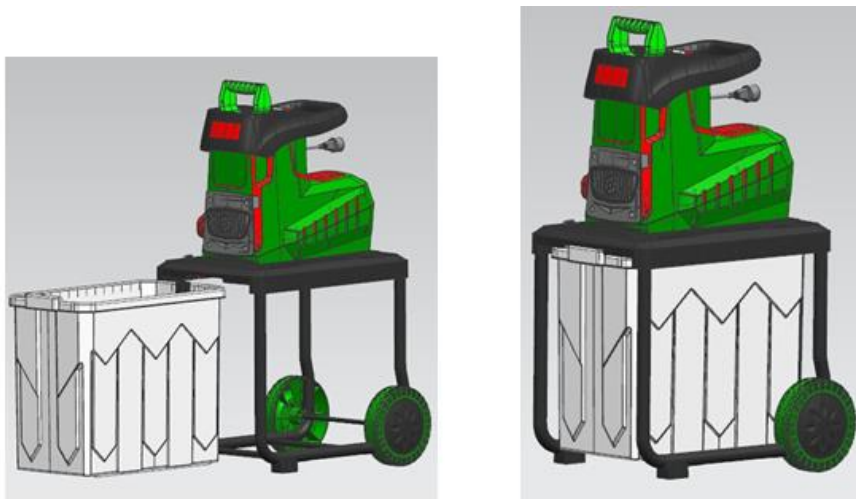

Рис. 3
3) Установите контейнер для отходов, задвинув его в раму под корпусом измельчителя, см. Рис. 3.